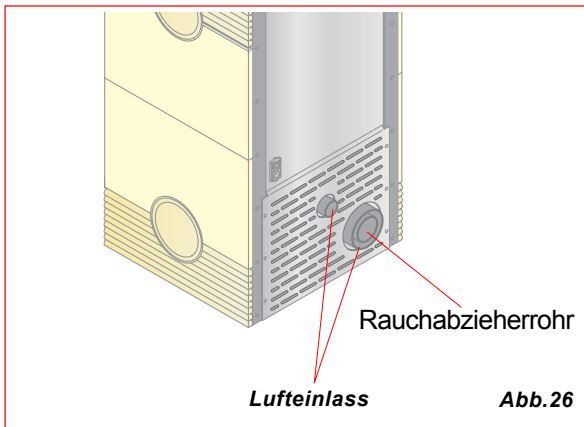

Abb.26
- Die Reinigung der Lufteinlässe und des Rauchabzieherrohrs (Abb. 26);